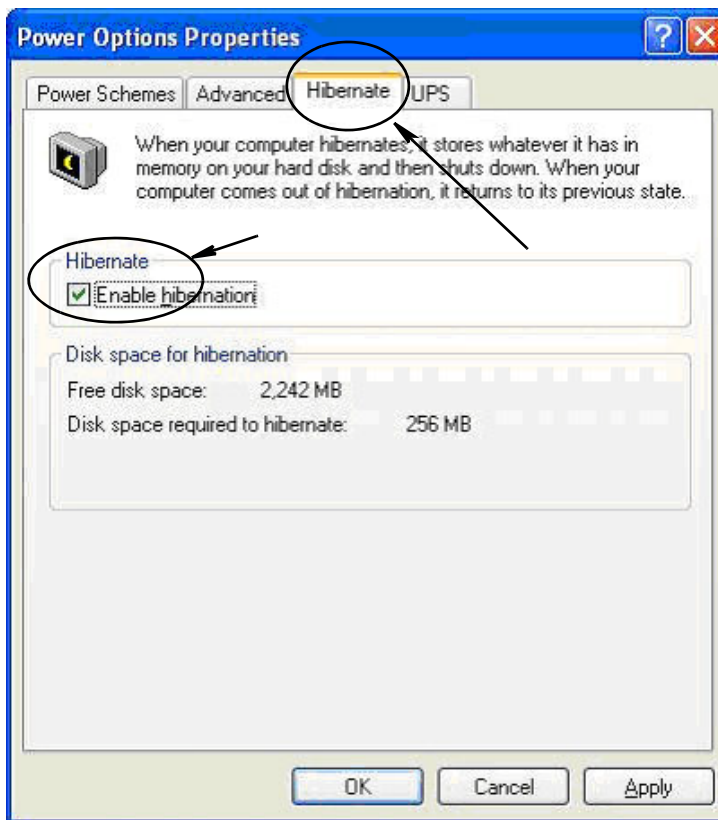

FIG. 31
3. Seleccione la pestaña Hibernar. Para desactivar la opción de hibernación, borre, es decir, elimine la selección de la casilla de verificación Habilitar hibernación. Haga clic en Aplicar y Aceptar para cerrar todas las ventanas (FIG. 31) y guardar los cambios.